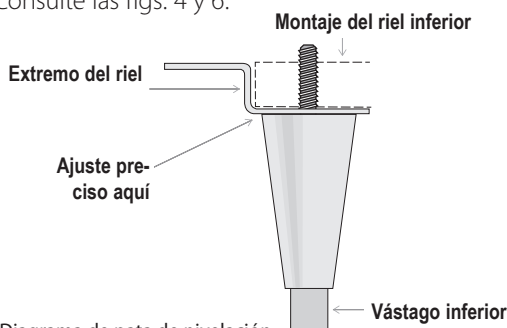

Fig. 4 Diagrama de pata de nivelación.
3. Enrosque las patas de nivelación en el riel del marco o en la parte inferior del equipo. Consulte las figs. 4 y 5.
5. Si el equipo no está nivelado, eleve suavemente y sostenga el extremo inferior del equipo. Luego, con una llave ajustable, atornille los vástagos inferiores de las patas de nivelación hacia adentro o hacia afuera para nivelar y sostener el equipo. Consulte las figs. 4 y 6.